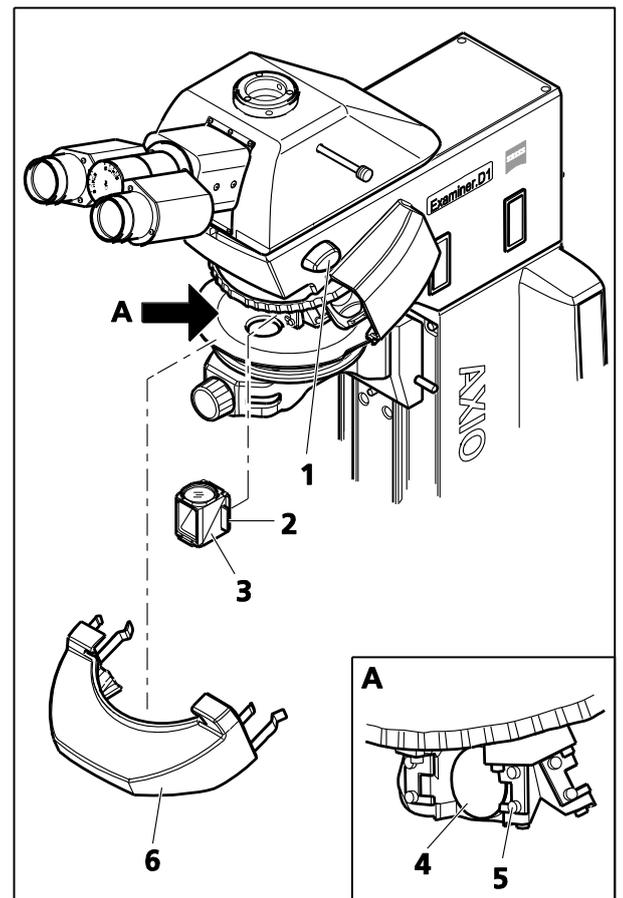

图 3-6 更换滤色镜模块 - 滤色镜转盘 5x
- 将光闸 RL 拨动旋钮（图 3-6/1）拨到“关闭”位置。
- 将保护盖（图 3-6/6）朝前拉开。
- ☞ 若光闸未关闭，保护盖（图 3-6/6）就会被锁定。切勿暴力取下保护盖。
- 从下方以一定倾斜角将模块（图 3-6/3）插入滤色镜转盘的上部弹簧元件（图 3-6/5）中，其中保持架元件（图 3-6/2）需安装到模块的右侧和左侧。
- 然后将模块向下倾斜（见图 3-6/4），确保模块也妥当地锁定到滤色镜转盘的下部弹簧元件中。
- 稍微倾斜模块 (图 3-6/4)，先将模块拉出下部弹簧元件 (图 3-6/5)，再拉出上部弹簧元件，然后将其完全取出。
- 拆卸或安装滤色镜模块后，将保护盖 (图 3-6/1) 插入主机架机壳，然后按住直至其锁定到位。
- 将光闸 RL 拨动旋钮 (图 3-6/1) 拨到“关闭”位置。保护盖现已锁定。